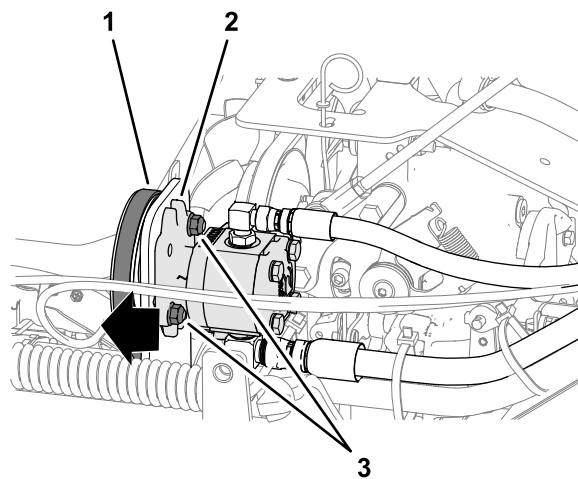

Figura 52
3. Afloje las 2 contratuercas con arandela prensada ($\frac{3}{8}$ ") que sujetan la bomba auxiliar al soporte de montaje (Figura 52).
4. Deslice la bomba hacia fuera (Figura 52) en las ranuras y apriete las contratuercas con arandela prensada a 37 – 45 N·m (27 – 33 pies-libra).